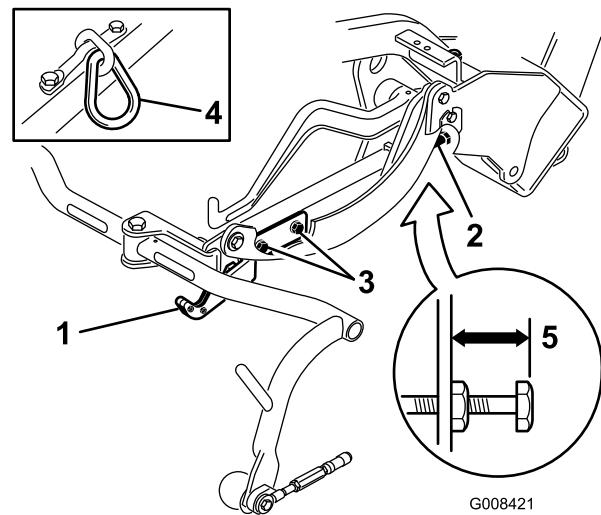
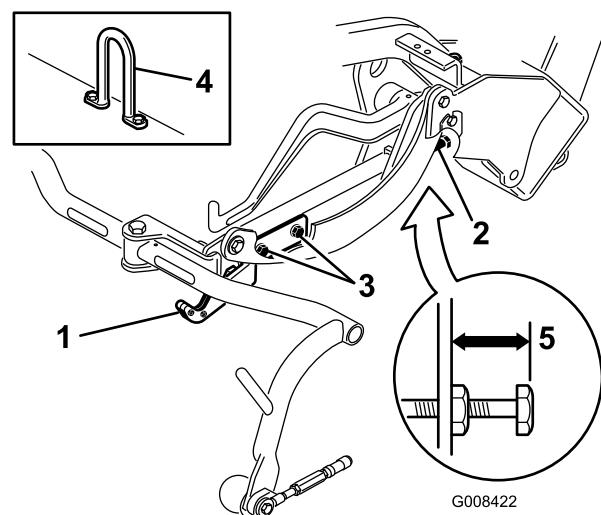
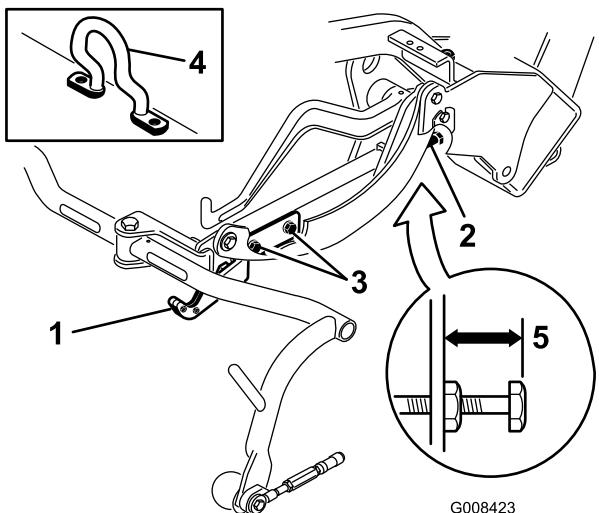

図 19
図 20
図 21
移動走行時の高さ（図 19 と 図 20）を点検し、必要に応じて調整します。
2. チェーン・リンクまたはストレート型の昇降フック（図 19 と 図 20、挿入図）のついているカッティングユニットでは、キャリア・フレーム調整ねじの上面からキャリア・フレームの背面までの距離が 22 mm になっていることを確認する。この距離が 22 mm になっていない場合は手順 4 へ進む。オフセット・リフト・リンク（図 21）のついているカッティングユニットの場合は、次のステップに進む。
3. オフセット・リフト・リンク（図 21）のついているカッティングユニットでは、キャリア・フレーム調整ねじの上面からキャリア・フレームの背面までの距離が 25 mm になっていることを確認する。この距離が 25 mm になっていない場合は手順 4 へ進む。
4. 移動走行プレート取り付けねじをゆるめる（図 19 と 図 20 と 図 21）。
7. キャリア・フレームの高さがそろっていない場合は、キャリア・フレーム調整ねじの上についているジャムナットをゆるめる（図 19 と 図 20 と 図 21）。高くするにはねじを外方向にまわし、低くするには内方向にまわす。調整ができたらジャムナットを締めて調整を固定する。